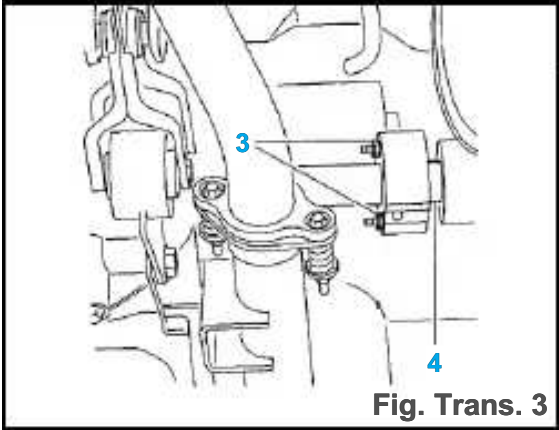

Fig. Trans. 3
- Aflojar las tuercas (3) (Fig.. Trans 3).
- transmisión de archivos (4).
- la transmisión (4) En el cojinete (fig. Trans. 3),
- Apretar las tuercas (3).